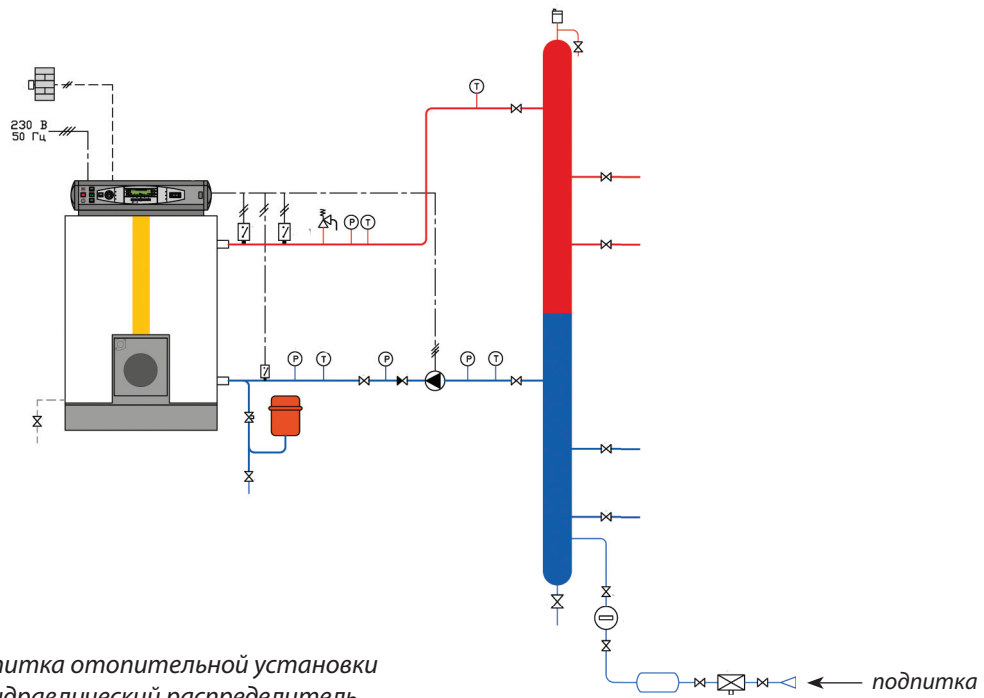

Рис. 19. Подпитка отопительной установки в термогидравлический распределитель
2. Подпитка отопительной установки в термогидравлический распределитель (или гидравлический разделитель) (см. рис. 19).